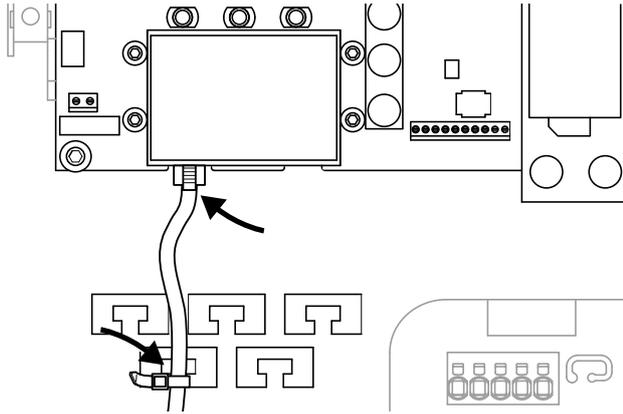

Fig. 37: fissare il cavo sull'apposito alloggiamento
1. Fissare tutti i cavi nell'alloggiamento con un'apposita fascetta.  **Fig. 37**